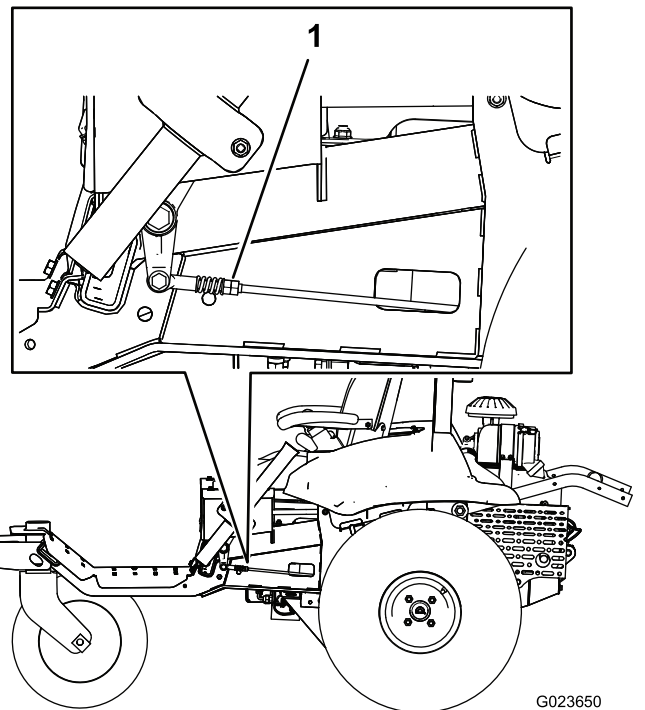

図 61
- 機体の左右どちらかの側の、リンクについているダブルナットをゆっくりと回転させる **図 61**。その側の車輪が回転を始めたら、今度は車輪が逆方向に回転を始めるまでダブルナットを反対方向にゆっくりと回す。